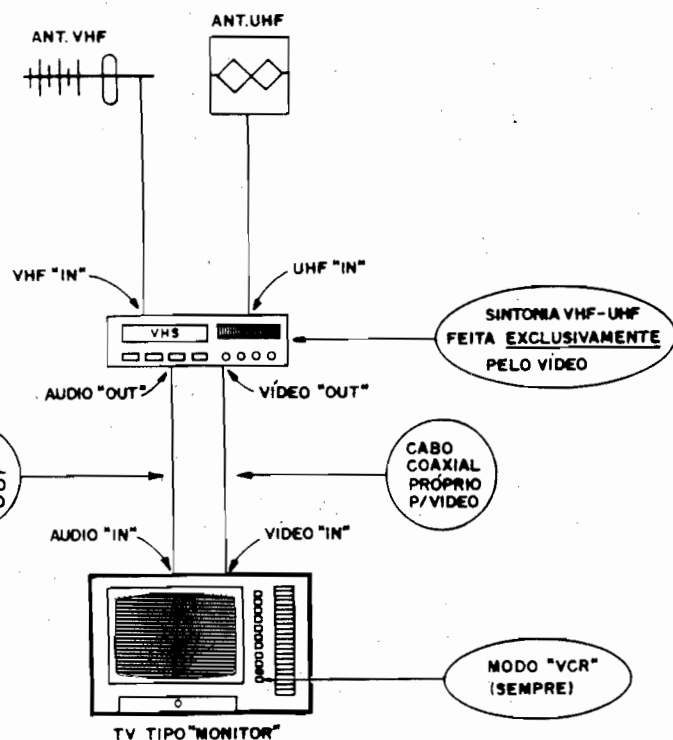

Fig.15
- **FIG. 15** - Qualquer "link" de sinal de alta frequência (VHF ou UHF) via cabo, é sempre um "ponto frágil" nos sistemas de recepção, devido à possibilidade de captações, descasamentos, interferências, "reverbações" do sinal **dentro** da própria cabagem, etc. Assim, quando for possível conduzir os sinais **já processados**, decodificados, e elevados em nível, devemos optar por esse sistema, que permite transferência de sinal com qualidade **muito superior**... Muito dos receptores de TV mais modernos já são dotados de **entradas** específicas para sinais processados de ÁUDIO e VÍDEO (via dois **jaques** RCA, normalmente localizados próximos às entradas "normais" de antena (VHF-UHF). Se o Leitor tem um televisor **desse tipo**, as coisas ficam extremamente simples (e os resultados finais ainda melhores...), desde que também possua um vídeo-cassete. A figura ilustra as conexões a serem feitas: os cabos provenientes das antenas de VHF
No arranjo sugerido na fig. 15, é importante que a TV seja **sempre** chaveada para funcionamento como "MONITOR", ou que a tecla "V-CR" ou "VÍDEO" seja mantida apertada, junto ao seletor ou teclado da TV. Toda a sintonia (VHF ou UHF) passa a ser feita **exclusi-**
vamente pelo VCR que, obviamente, só permitirá o funcionamento do sistema, quando estiver **ligado**. As modernas tendências dos fabricantes inclusive na direção de "standardizar" as inter-conexões (sistema de antenas/VCR/TV), levam a - num futuro próximo - praticamente **obrigar** as conexões a serem feitas como na fig. 15.